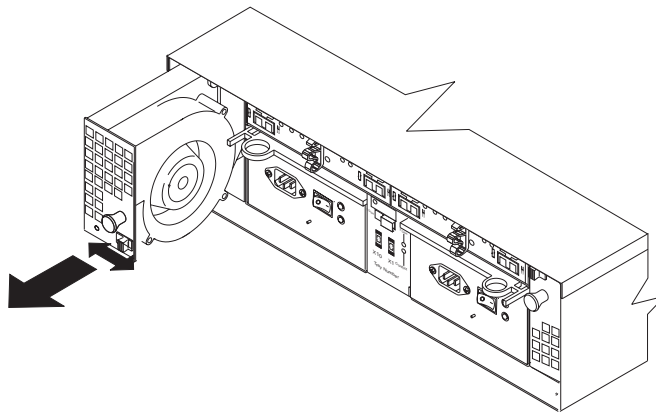

Figura 13. Sustitución de una CRU de ventilador
2. Asegúrese de mover el pestillo del ventilador en la dirección de la flecha antes de deslizar el ventilador en el interior de la bahía. Si el ventilador no entra en la bahía, gírelo 180°. Consulte la Figura 13.